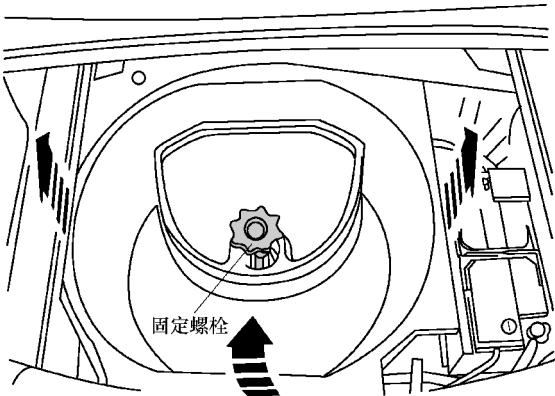

图 9-3-1 旋出固定螺栓并沿箭头方向取出成型内插件
(1) 在已关闭点火开关的情况下断开蓄电池的接地线。
(2) 旋出固定螺栓。如图 9-3-1 箭头所示，从备用车轮槽中取出成型内插件。